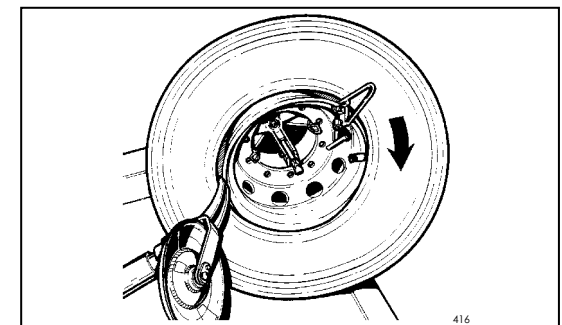

Fig.36
3. Reattach the mounting clamp to the rim flange with the valve after the mounting clamp, following the rotation direction (Fig.36).
3. Fixer l'étau de montage sur le bord extérieur de la jante de manière à avoir la soupape après l'étau, suivant la direction de rotation (Fig.36).
3. Die Montierklemme am Felgenrand so befestigen, daß sich das Ventil in bezug auf die Drehrichtung hinter der Klemme befindet (Abb.36).